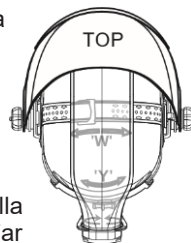

Fig.3
- La circonferenza complessiva del copricapo può essere aumentata o diminuita ruotando la manopola sul retro del copricapo. (Vedere la regolazione "Y" nella fig.3). Questa operazione può essere eseguita mentre si indossa la visiera e consente di impostare la tensione giusta per mantenere la visiera saldamente sulla testa senza che sia troppo stretta.
- Se il copricapo è troppo alto o troppo basso sulla testa, regolare la cinghia che passa sopra la testa. Per farlo, rilasciare l'estremità della fascia spingendo il perno di bloccaggio fuori dal foro nella fascia. Far scorrere le due parti della fascia per aumentare o diminuire la larghezza secondo necessità e spingere il perno di bloccaggio nel foro più vicino. (Vedere la regolazione "W" nella fig. 3).